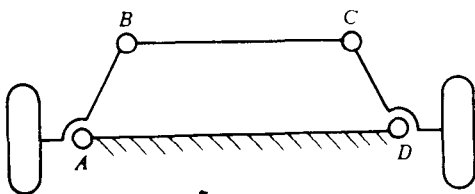

图 1-1
9. 图 1-1 所示汽车转向架中 $ABCD$ 为等腰梯形, 它属于何种机构? ()